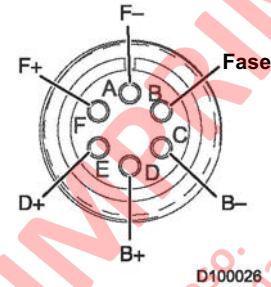

FIGURA 10-11. IDENTIFICACIÓN DE LA CONEXIÓN DE LOS PINES
2. Conecte un conductor del medidor al conector del pin A (F-, Figura 10-11) en el regulador y conecte el otro conductor al conector del pin C (B-) en el regulador. Observe la lectura del medidor.